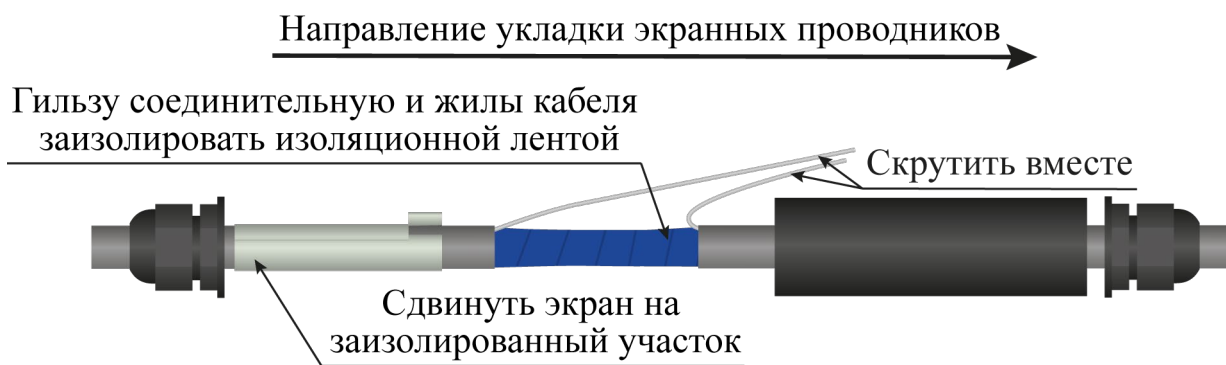

Рисунок 4.27
- гильзу соединительную и жилы кабелей заизолировать изоляционной лентой (рисунок 4.27);
- экранные проводники ремонтируемых кабелей уложить в одном направлении, скрутить вместе (рисунок 4.27);
- сдвинуть экран муфты соединительной на место соединения ремонтируемых кабелей (рисунок 4.27);